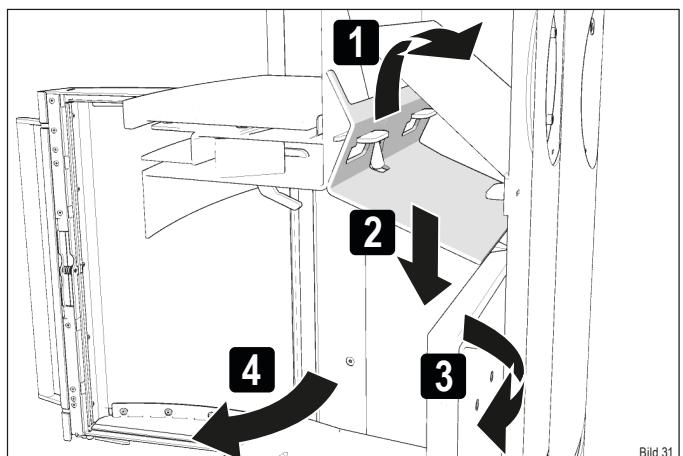

Bild 30
- Entnehmen Sie den oberen Thermostein vorsichtig aus dem Feuerraum (Bild 30).